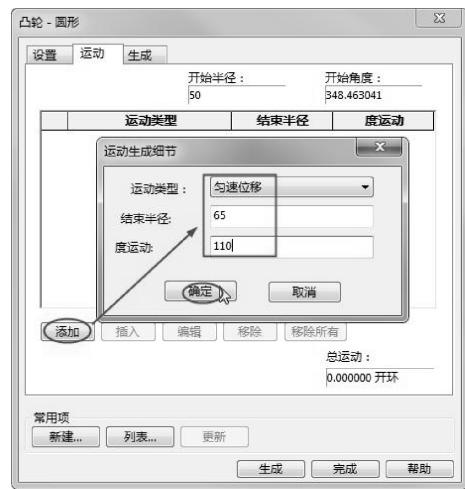

图 5-93 添加运动
- 04 接着设置第二个选项卡中参数。单击【添加】按钮，弹出【运动生成细节】对话框。选择运动类型为【匀速位移】，设置【结束半径】为 65、【度运动】为 110，如图 5-93 所示。